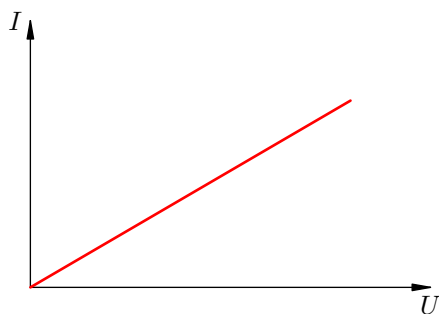

Рис. 1. Вольт-амперная характеристика металлического проводника
Вольт-амперная характеристика (1) является линейной функцией. Её графиком служит прямая линия (рис. 1).